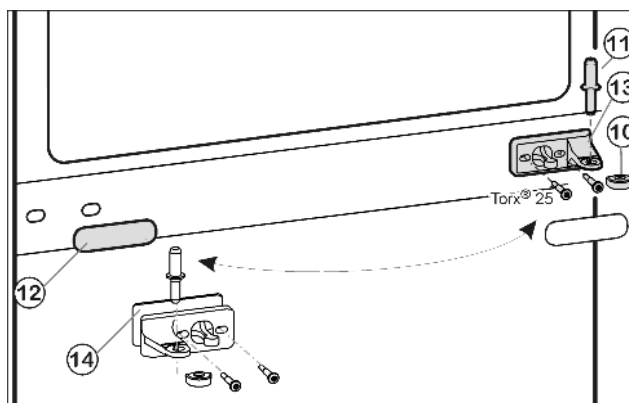
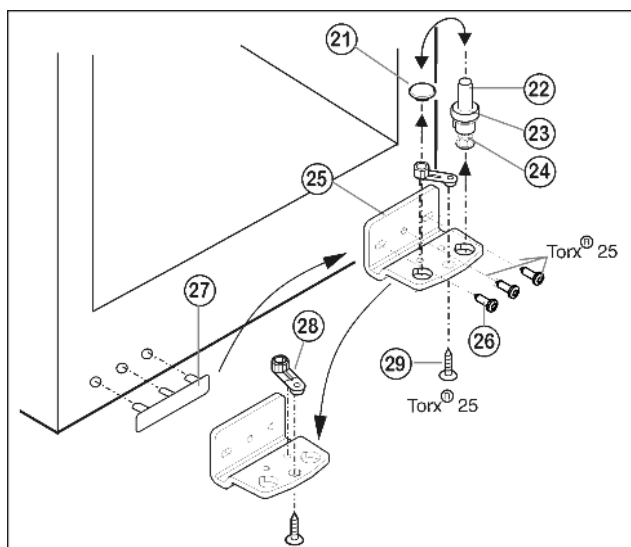

Fig. 5
Fig. 6
- Prostřední ložiskový čep Fig. 5 (11) vytáhněte ze stojanu ložiska a spodních dveří.
- Plastovou čepičku Fig. 5 (10) stáhněte.
- Stojan ložiska uprostřed Fig. 5 (13) odšroubujte (2 krát Torx® 25).
- Krytku Fig. 5 (12) opatrně stáhněte.
- Prostřední stojan ložiska Fig. 5 (13) s podložkou Fig. 5 (14) přišroubujte otočený o 180° na novou stranu závěsu (s 4 Nm).
- Krytku *Fig. 5 (12)* otočenou o 180° zasuněte na nové straně madla.
- Ložiskový čep *Fig. 6 (22)* včetně podložky *Fig. 6 (23)* a seřizovací nožky *Fig. 6 (24)* vytáhněte nahoru.
- Zátku *Fig. 6 (21)* odstraňte.
- Stojan ložiska *Fig. 6 (25)* odšroubujte *Fig. 6 (26)*.
- Ložiskový díl *Fig. 6 (28)* odšroubujte *Fig. 6 (29)* a přemístěte jej do protilehlého upínacího otvoru stojanu ložiska, pak ho znovu pevně přišroubujte.
- Krytku na straně madla *Fig. 6 (27)* opatrně vytáhněte a přemístěte na druhou stranu.
- Stojan ložiska *Fig. 6 (25)* na nové straně závěsu zase přišroubujte příp. pomocí akumulátorového šroubováku (momentem 4 Nm).
- Zátku *Fig. 6 (21)* zase vložte do druhé díry.
- Ložiskový čep *Fig. 6 (22)* včetně podložky a seřizovací nožky zase nasadte. Přitom dávejte pozor, aby zajišťovací vačka směřovala dozadu.
- Spodní dveře nasadte shora na spodní ložiskový čep *Fig. 6 (22)*.
- Plastovou krytku *Fig. 5 (10)* nasadte zase na prostřední stojan ložiska *Fig. 5 (13)*.
- Prostřední ložiskový čep *Fig. 5 (11)* vložte přes prostřední pouzdro ložiska *Fig. 5 (13)* do spodních dveří na nové straně závěsu.
- Horní dvířka usadte na prostředním ložiskovém čepu *Fig. 5 (11)*.
- Dveře případně pomocí obou podélných děr ve spodním stojanu ložiska *Fig. 6 (25)* a v prostředním stojanu ložiska *Fig. 5 (13)* vyrovnejte tak, aby lícovaly. Vyšroubujte prostřední šroub na stojanu ložiska dole *Fig. 6 (25)*.